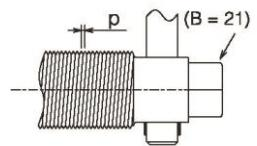

Fig. 3
3. Die Klemmkraft wird mit einer (selbstsichernden) Feingewindeschraube ausgeübt, die zudem ein selbstdämpfendes Lösen verhindert (siehe Abb. 3).
8. Der Schraubenkopf hat eine sechseckige Öffnung für einen Knaufenschlüssel ($B = 21$), damit die Klemme auch ohne Griff (z. B. bei beschränktem Platz) angezogen werden kann (siehe Abb. 3).